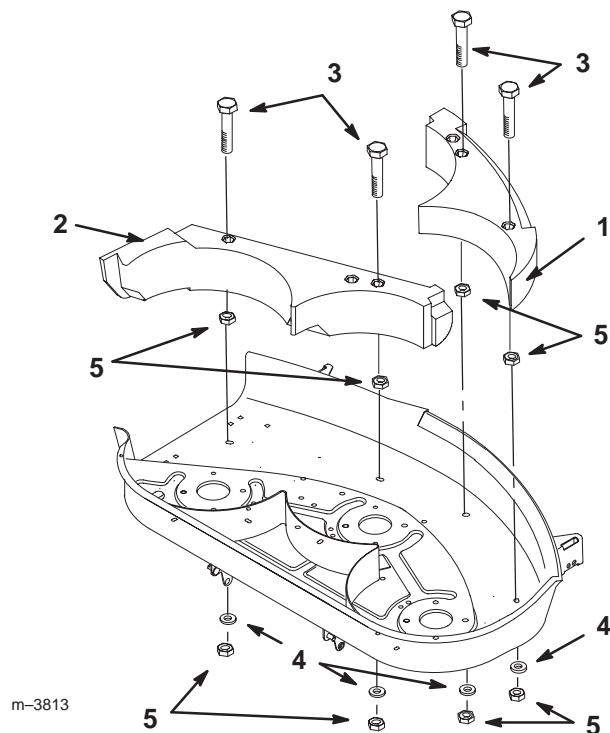

Bild 12
- Legen Sie das linke und rechte Ablenkblech so in die Schneidkammer, dass die verlängerten Ansätze ineinander greifen. Befestigen Sie sie mit 4 Sicherungsmuttern (5/16 Zoll) und 4 Sicherungsscheiben (Bild 12).